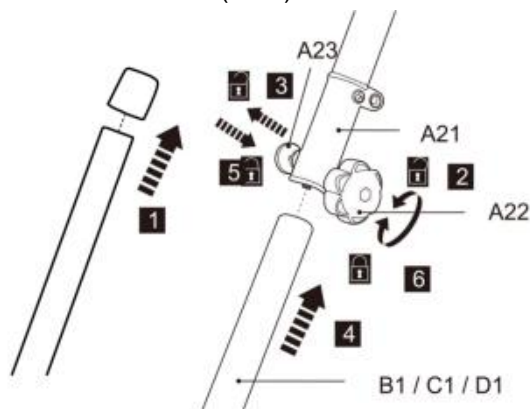

Fig. 3
2. Ta bort det förmonterade skyddskåpan från den nedre polen (B1/C1/D1) (bild 3 , steg 1).
3. Lossa låsknappen (A 22) , men ta inte bort den helt (bild 3 , steg 2).
4. Rikta in och för in den nedre polen (B 1/C 1/D 1) i låshylsan (A 21) samtidigt som du drar i fjädern. bult (A 23) (bild 3 , steg 3 och 4).
5. Vrid den nedre stängningen lätt för att rikta in hålet med fjädern. bult (A23). Släpp fjädern bult efteråt för att fästa den nedre stängningen på plats. Se till att fjädern bulten snäpper fast i hålet (bild 3 , steg 5).
6. Dra åt låsvredet (A 22) för att säkra anslutningen (bild 3 , steg 6).